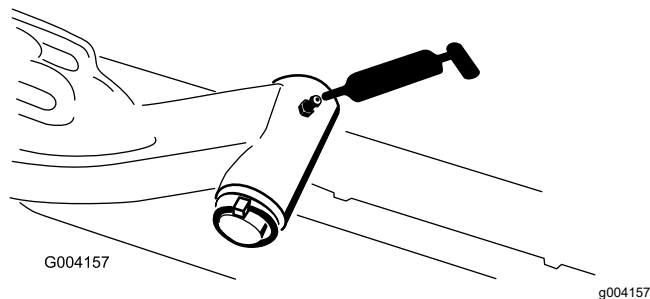

Figura 44
- Eixo das articulações do braço de elevação (1 cada) – Figura 44